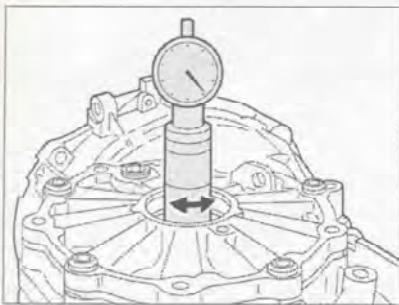

Рис. 7.156. Поворачивая измерительное приспособление, определите максимальное значение.
41. Поворачивая измерительное приспособления, определите максимальное значение (рис. 7.156). Измеренное значение ϵ может находиться в «красном» или «черном» диапазоне чисел.
47. Установите универсальное измерительное приспособление и измерьте размер r (рис. 7.156). При правильно подобранных регулировочных шайбах отклонение размера r от номинального не должно превышать ± 0.04 мм при отсчете против часовской стрелки («красный» числовой диапазон).